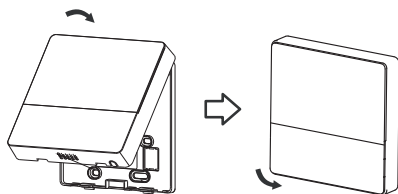

Fig 3-13
- Dopo aver regolato la maiuscola e quindi allacciare la maiuscola; evitare di bloccare il cablaggio durante l'installazione. (Fig. 3-13)